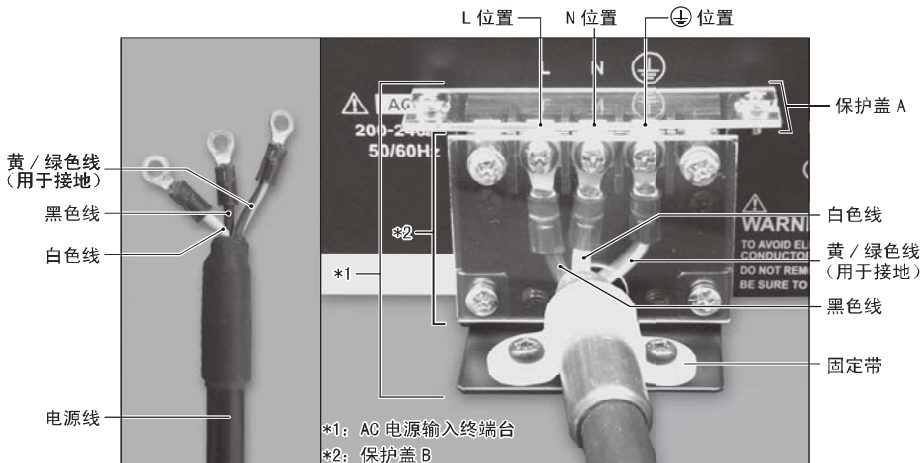

图15
- (1) 松开位于保护盖A、B和固定带上的安装螺丝。从控制器的背面取下保护盖A、B和固定带。
- (2) 在电源线的一侧带有圆环端子。拆下AC电源输入终端台上的端子螺丝。用端子螺丝将圆环端子牢固连接到AC电源输入终端台上。（表2，图15）
- (3) 连接后，确保牢固拧紧端子螺丝。
- (4) 使用原来的安装螺丝重新将保护盖A和B安装到AC电源输入终端台。
- (5) 将电源线用固定带和安装螺丝进行固定。